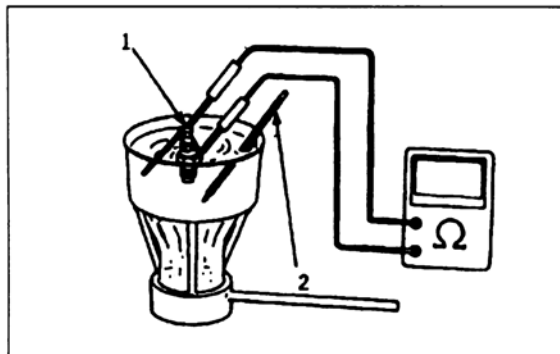

Bild 86
- Um keine falschen Messergebnisse zu erhalten, darf Thermosensor Gefässwand nicht berühren (Bild 86).